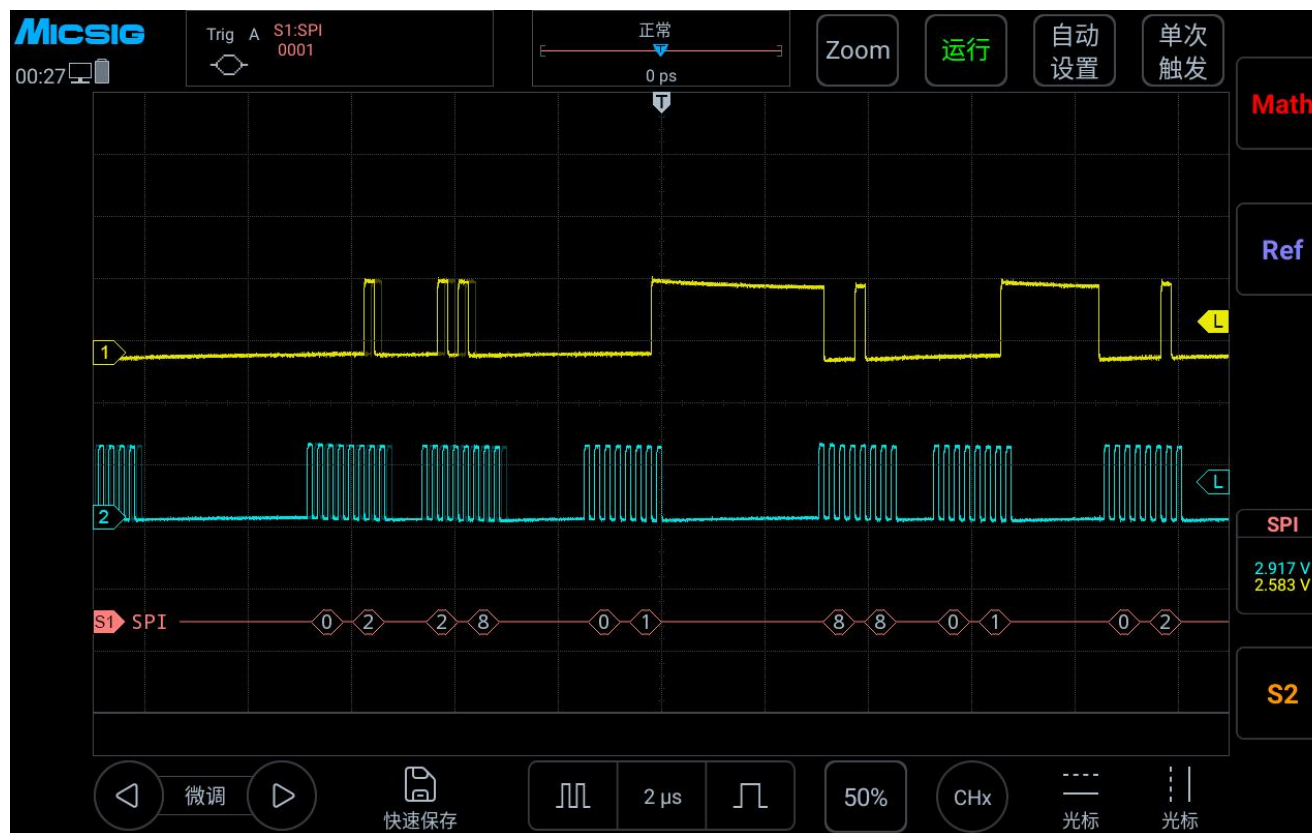

图 14-20 SPI 图形界面
(3) 打开触发设置菜单，触摸屏上点按数据，使用虚拟软键盘设置要匹配的数据为“0001”；
(4) 依据信号幅值调节2个通道阈值电平； SPI 触发图形界面见图 14-20：